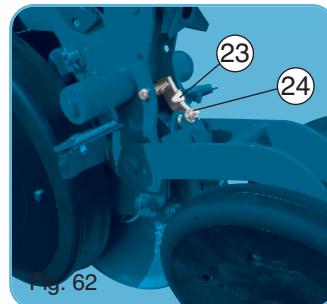

Fig. 62
Cette roue plombeuse est utilisable sur terrain plutôt sec, pour tous semis. Sur terrain trop humide, un bourrage au niveau de la roue est toujours possible, dans ce cas, escamoter la roue par le taquet 23 fig. 62. Si cette opération ne s'avèrait pas suffisante, il faudrait enlever la roue seule, en laissant le cadre 4 sur l'élément. Le décroisseur 11 Greenflex réversible doit être surveillé de temps en temps, et réglé avec précision à l'aide de l'écrou 24 fig. 62.
The press wheel has a diameter of 295 mm and a width of 21 mm and is in stainless steel. It can only be adapted on the NG Plus 4 units. It floats independently from the metering unit and the rear press wheel unit. The NG Plus 4 equipped in this manner, now becomes the NG Plus 4 PRO. This press wheel can be used in rather dry soils for all types of seeds. In damp soil, a packing up of the wheel is always possible, in this case, retract the wheel using the latch 23 fig. 62. If this is not sufficient, the wheel only must be removed, leaving the frame 4 on the metering unit. The reversible Greenflex scraper 11 should be controlled from time to time and adjusted with precision using the nut 24 fig. 62.
Подпрессовывающее колесо диаметром 295 мм и шириной 21 мм изготовлено из нержавеющей стали. Оно может быть приспособлено только на высевающей секции NG Plus 4. Копирование почвы происходит независимо от высевающей секции и прикатывающих колес. NG Plus 4 оснащенная таким колесом называется NG Plus 4 Pro. Это подпрессовывающее колесо может быть использовано на сухих почвах для всех типов семян. На влажных почвах всегда можно зафиксировать колесо, в этом случае используют замок 23 рис. 62. Если этого не достаточно колесо должно быть снято вместе с корпусом 4 который установлен на высевающей секции. Поворотный (зеленый пластик) чистик 11 нужно время от времени поджимать с помощью гайки 24 рис. 62.
- Position escamotée (fig. 62).
- Retracted position (fig. 62).